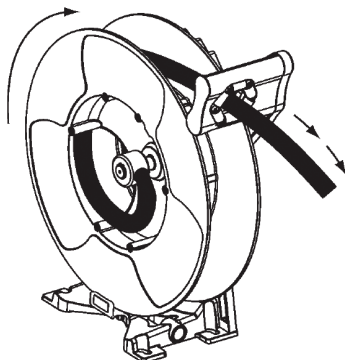

Fig.11
1. Pull the hose out 10 feet (3 metres) and let the hose reel latch (Fig. 11).
1. Tirer le flexible de 3 mètres et bloquer le tambour au moyen du cliquet (Fig. 11).
1. Extraiga unos 10 pies (3 metros) de manguera y trinque la manguera (Fig. 11).